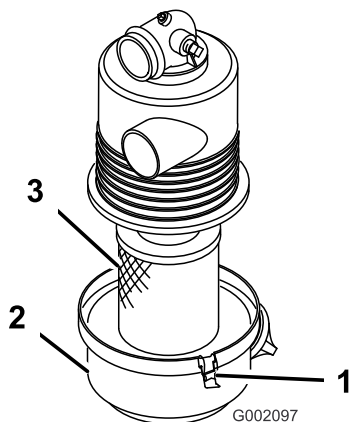

图12
1. 检查空气滤清器壳体是否有可能导致空气泄漏的损坏。确保盖子密封在空气滤清器壳体周围（图12）。
2. 松开将空气滤清器盖固定到空气滤清器外壳上的闩锁（图12）。
3. 从空气滤清器外壳上分离空气滤清器盖，并清洁盖子的内部（图12）。
3. 将空气滤清器滤芯插入空气滤清器外壳（图12）。
4. 将空气滤清器盖与空气滤清器外壳对齐（图12）。
5. 用闩锁（图12）将盖子固定到外壳上。